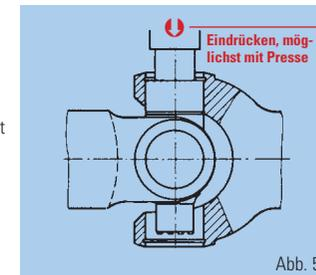

Abb. 5
- Lagerbüchse wird auf einer Seite eingepresst und mit Sicherungsring gesichert (Abb. 5).